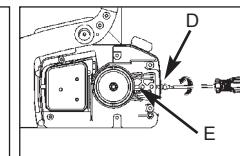

Fig. 3D
3. À l'aide d'un tournevis, tournez la vis de réglage (D) DANS LE SENS INVERSE DES AIGUILLES D'UNE MONTRE jusqu'à ce que le TENON (E) (la tige en saillie) ne puisse plus avancer vers le tambour d'embrayage et le pignon (Fig. 3D).